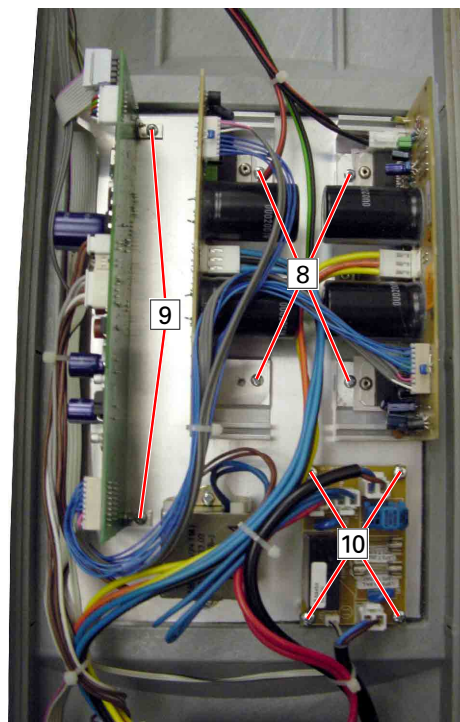

Fig. 7
**5. Audio-Platte ausbauen (Fig. 7)**
**6. Netz-Anschluss-Platte ausbauen (Fig. 7)**
**4. Removing the AF Amplifier Boards (Fig. 7)**
**5. Removing the Audio Board (Fig. 7)**
**6. Removing the Mains Connection Board (Fig. 7)**